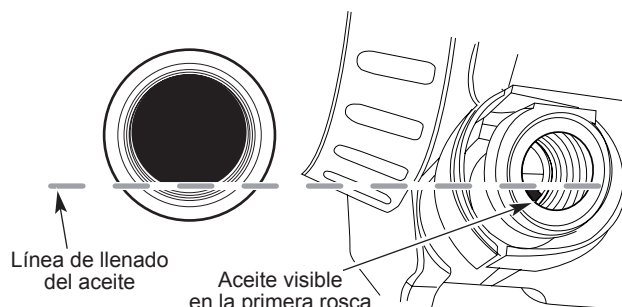

Fig. 10
5. Mire hacia dentro del orificio de llenado del aceite. Use una linterna si fuera necesario. Eche aceite por el orificio de llenado del aceite hasta que el nivel sea visible en la primera rosca del depósito de aceite (Fig. 10). Si el nivel del aceite es demasiado bajo, eche aceite hasta que el nivel alcance la rosca inferior del orificio de llenado de aceite.